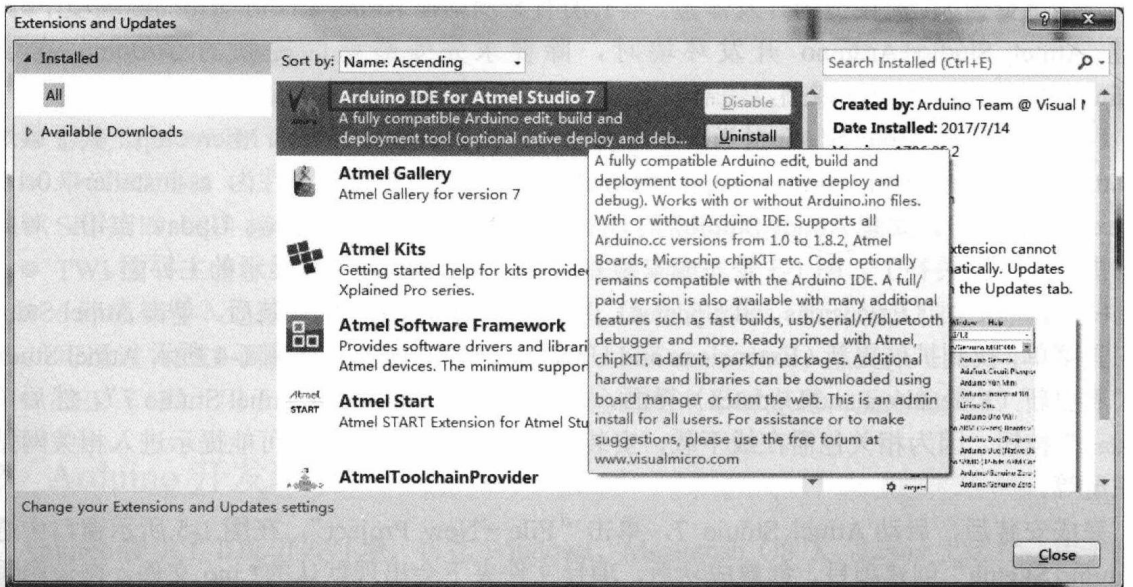

图 1-4 Atmel Studio 7 的扩展更新 (Extensions and Updates) 界面
(2) 扩展更新 (Extensions and Updates)。完成 Atmel Studio 7 的安装后, 单击 Atmel Studio 7 的工具菜单, 找到扩展更新 (Extensions and Updates...) 菜单, 打开如图 1-4 所示 Atmel Studio 7 的扩展更新 (Extensions and Updates) 界面, 找到“Arduino IDE for Atmel Studio 7”, 然后单击“Install”按钮。因为相关包需在线下载, 安装进程可能比较缓慢, 还可能提示进入相关网站完成注册等。